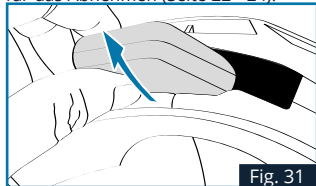

Fig. 31
2. Entfernen Sie das PAD aus weißem Styropor aus der Aussparung auf der Rückseite des Helms Abb.31